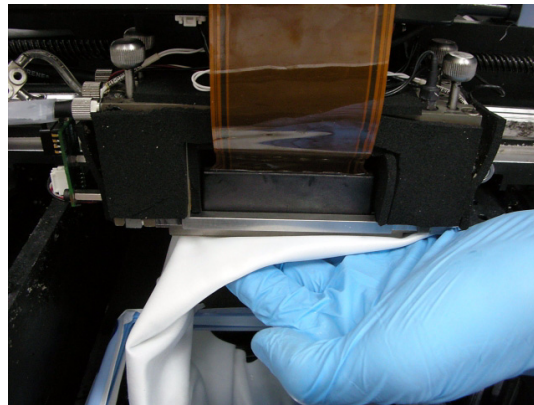

Figure 6-23 : Nettoyage des têtes
- Nettoyez les plaques perforées dans un mouvement de va et vient (voir la figure 6-23). Utilisez le miroir pour vérifier que vous avez éliminé tous les résidus de matériau.